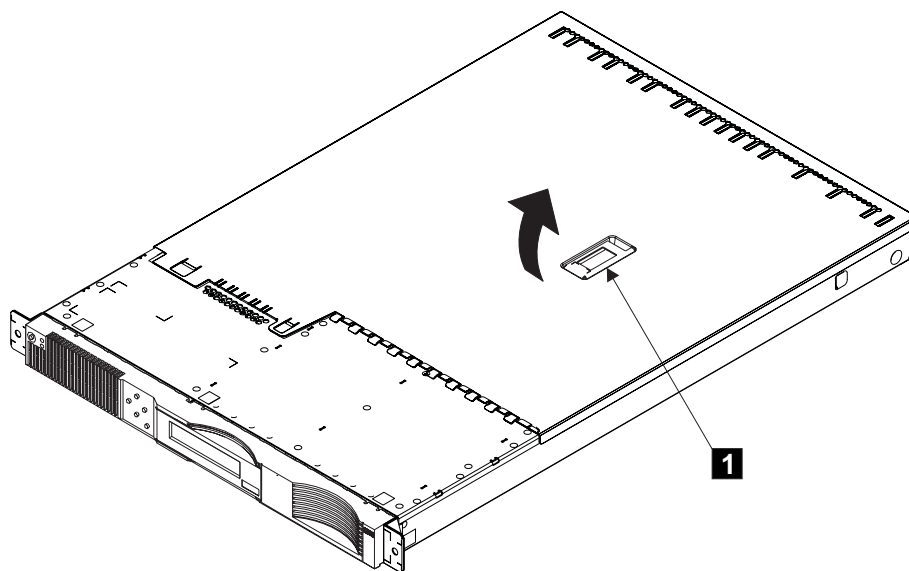

図 132. SAN ボリューム・コントローラー 2145-4F2 上部カバーの取り外し
3. レバー (図 132 の **1**) を上げます。このアクションで、上部カバーが後方に約 13 mm (0.5 インチ) 移動します。